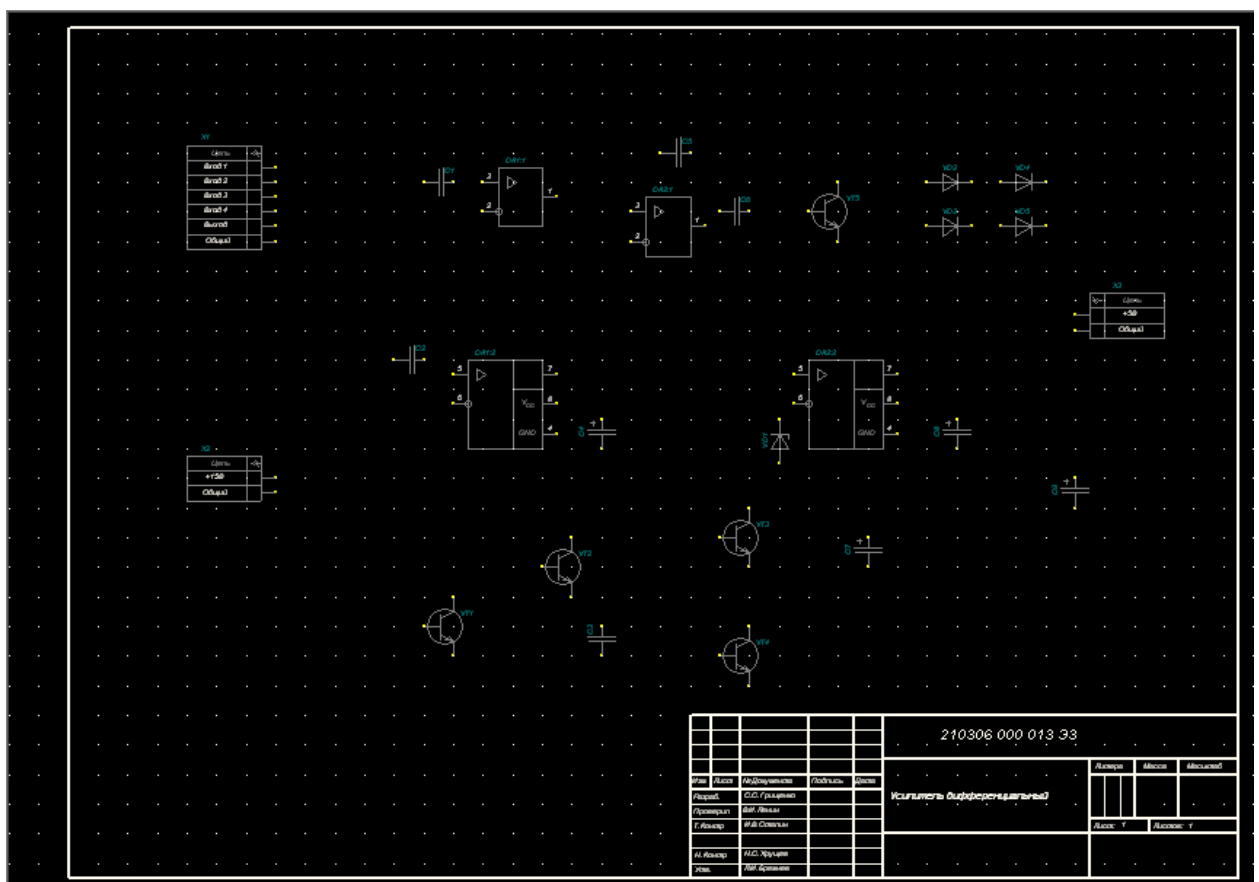

Рис. 14 Размещение конденсаторов на чертеже (Grid=10mm)
- 7.13 Чертеж с размещенными на нем конденсаторами изображен на рис. 14.